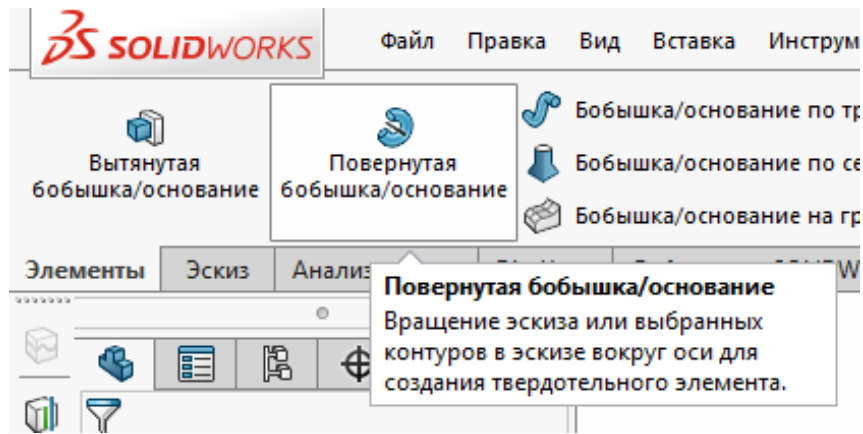

Рисунок 4 – выбор операции «Повернутая бобышка/основание»
6. Выделить созданный эскиз в дереве моделей. На панели «Элементы» выбрать операцию «Повернутая бобышка/основание» (рис. 4)